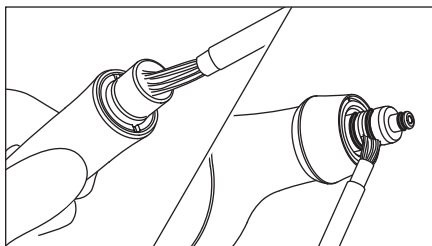

Fig. 11
- 1) Usando lo spazzolino fornito in dotazione pulire bene la zona interna dell'attacco del manipolo e quella dell' O-ring del contenitore della polvere. (Fig. 11)